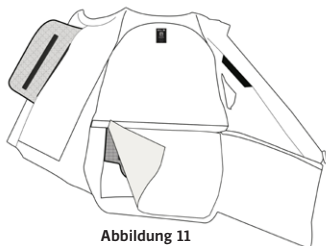

Abbildung 11
1. Öffnen Sie die Airbagtaschen im Innenteil der Weste, indem Sie den Reißverschluss und den Inflator Squib-Anschluss (5) (Abbildung 11).